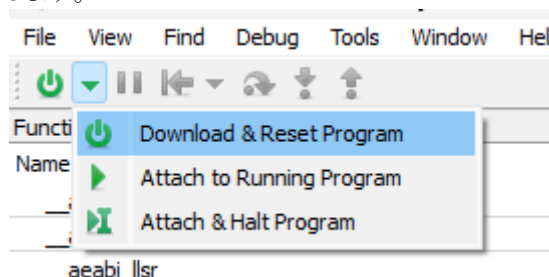

図 6-4. 電源アイコンのドロップダウン
7. ツールバーのメニューでは、コアと接続するためのさまざまなオプションを使用できます。図 6-4 に示すように、電源アイコンのドロップダウンをクリックします。